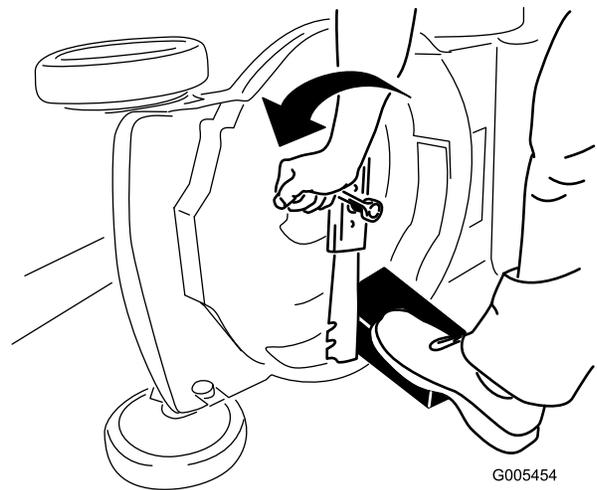

Рисунок 24
3. Используйте деревянную подкладку для неподвижного удерживания ножа (Рисунок 24).
4. Снимите нож, сохранив все крепежные детали (Рисунок 24).